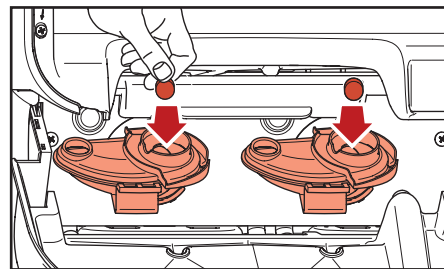

Fig. 5.4 - Sett inn Rinza rengjøringstabletter
4. Legg i én Rinza rengjøringstablett i hver av blandebollene (fig. 5.4).
- i. Legg i en Rinza rengjøringstablett i begge blandebollene (fig. 5.4).